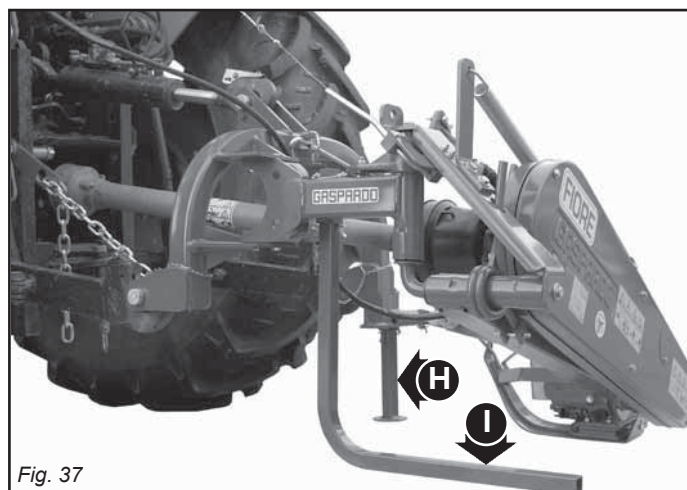

Fig. 37
- Infine, sistemarla in un ambiente asciutto, fuori dalla portata dei non addetti; la falciatrice deve essere predisposta in un terreno piano e compatto, sostenuta dagli appositi puntelli di sostegno (H-I, Fig. 37).